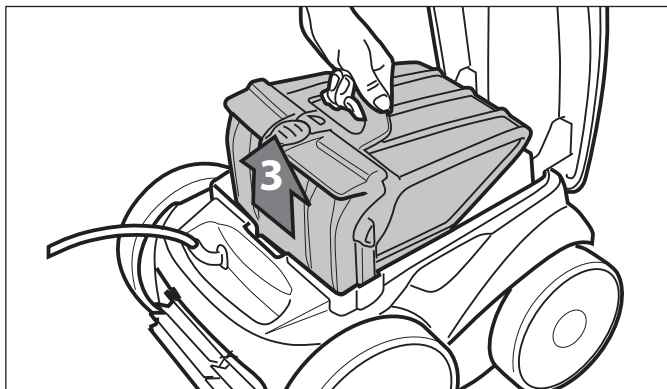

Figure 20. Retirer le panier filtrant
4. Séparez le panier filtrant du support (3), comme illustré à la figure 20.